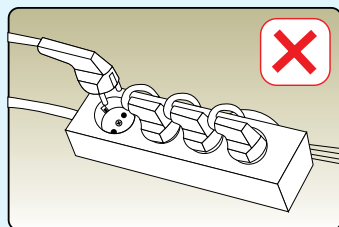

РИСУНОК 8
- Запрещается подключить в мультирозеточный блок и использовать удлинитель (Рисунок 8)